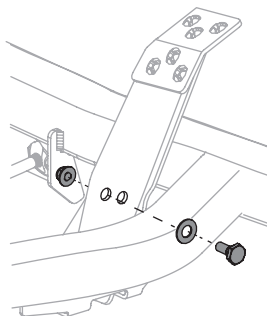

Figura 32
2. Quite el perno hexagonal, la arandela y la tuerca hexagonal cerca del centro del montaje del pedal (Figura 32).